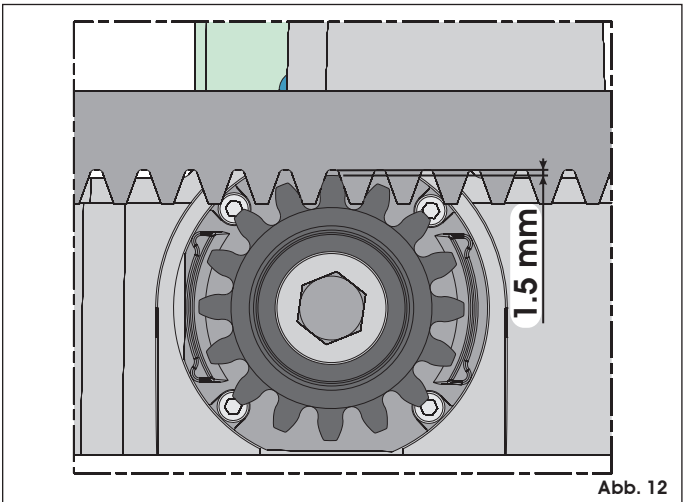

Abb. 12
**⚠ Bei neuen Toren ist dieses Spiel (Abb. 12) einige Monate nach der Montage zu überprüfen.**